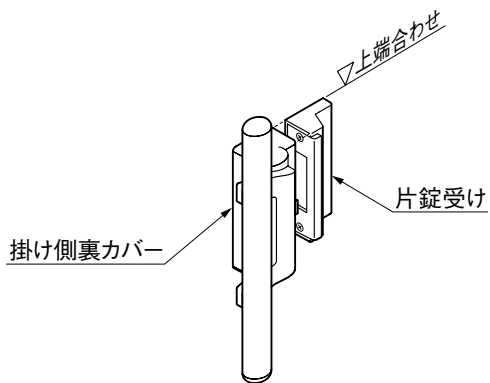

図3-4
- 片錠受け高さは、片錠受けの上端面と錠掛け側機構部の上端面との高さを合わせた位置で固定してください。(図3-4参照)